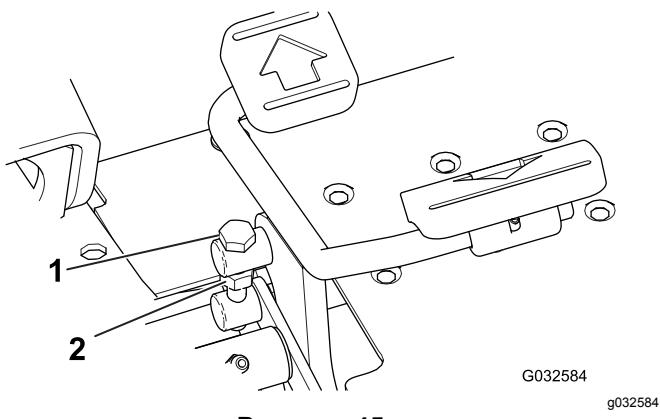

Рисунок 45
- Ослабьте контргайку на болте цапфы в боковой части педали тяги (Рисунок 45).